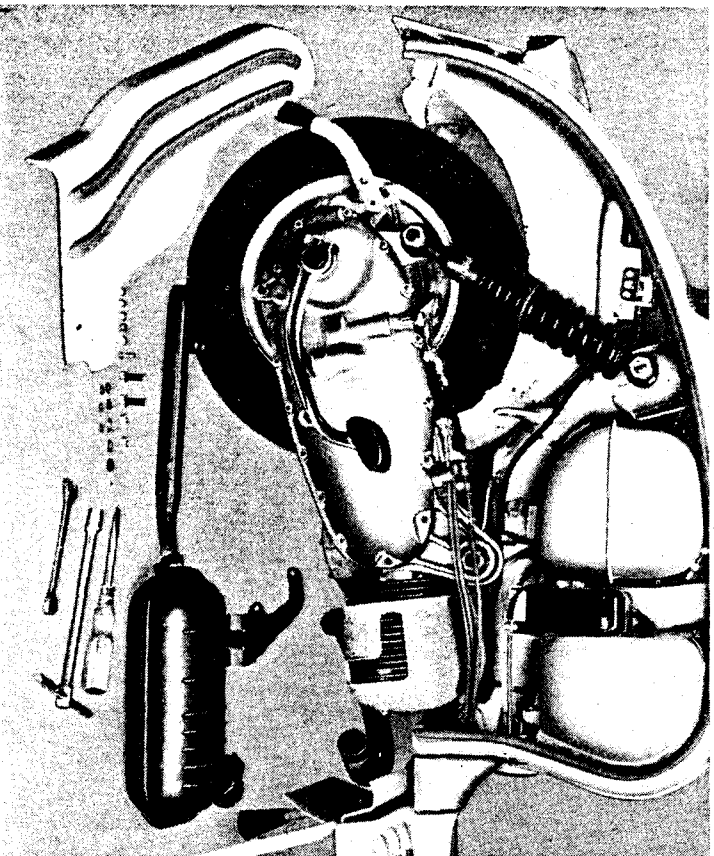

Fig. 1
- 3 Desmontar el silencioso: aflojar la brida del tubo de escape (llave de 14) y desatornillar las tres tuercas de la tapa sobre el carter (llave de 10). Véase fig. 1.